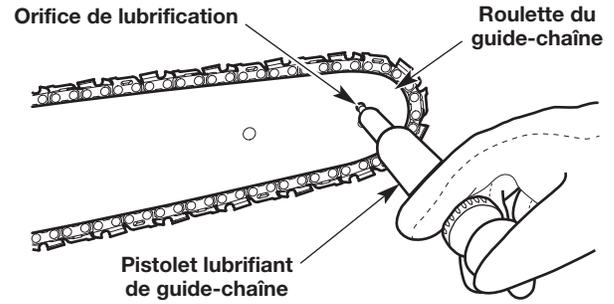

Fig. 41
1. Nettoyez soigneusement le pignon du guide-chaîne avec un chiffon humide (Fig. 41).
2. Utilisez un pistolet lubrifiant de guide-chaîne (non compris) pour injecter de la graisse dans l'orifice de lubrification (Fig. 41). Injectez de la graisse jusqu'à ce qu'elle apparaisse sur le bord extérieur de la roulotte du guide-chaîne.